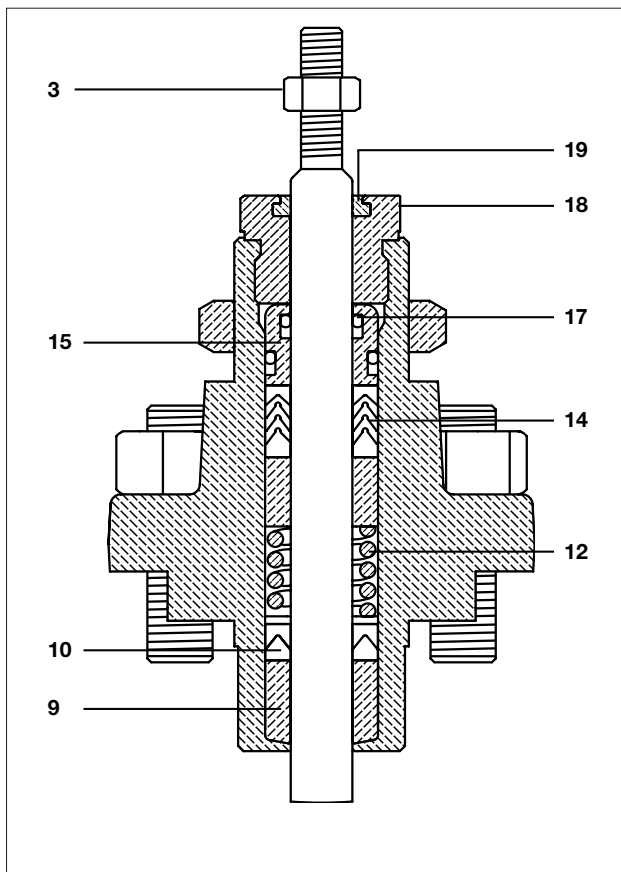

Bild 5: PTFE Spindelabdichtung
- Die Kontermutter (3 – Bild 5) entfernen
- Die Stopfbuchsmutter (18 – Bild 5) entfernen
- „O“ Ringe (15 und 17 – Bild 5) aus der Stopfbuchsmutter (18 – Bild 5) einfeinern.
- Den Abstreifring (19 – Bild 5) entfernen
- Die gesamte Stopfbuchshalterung reinigen und in der richtigen Reihenfolge (Bild 5) wieder zusammenbauen.
- Auf das Gewinde des Stopfbuchsmutter (18 – Bild 5) etwas Schmiermittel aufbringen und sie dann 2 oder 3 Drehungen in das Ventiloberteil reindrehen. Zu diesem Zeitpunkt reicht es, wenn die Stopfbuchspackung lose angezogen ist.
- Die Stopfbuchsmutter (18 – Bild 5) muss erst fest angezogen werden, wenn das Oberteil – wie in Kapitel 4.6 beschrieben - korrekt befestigt worden ist.